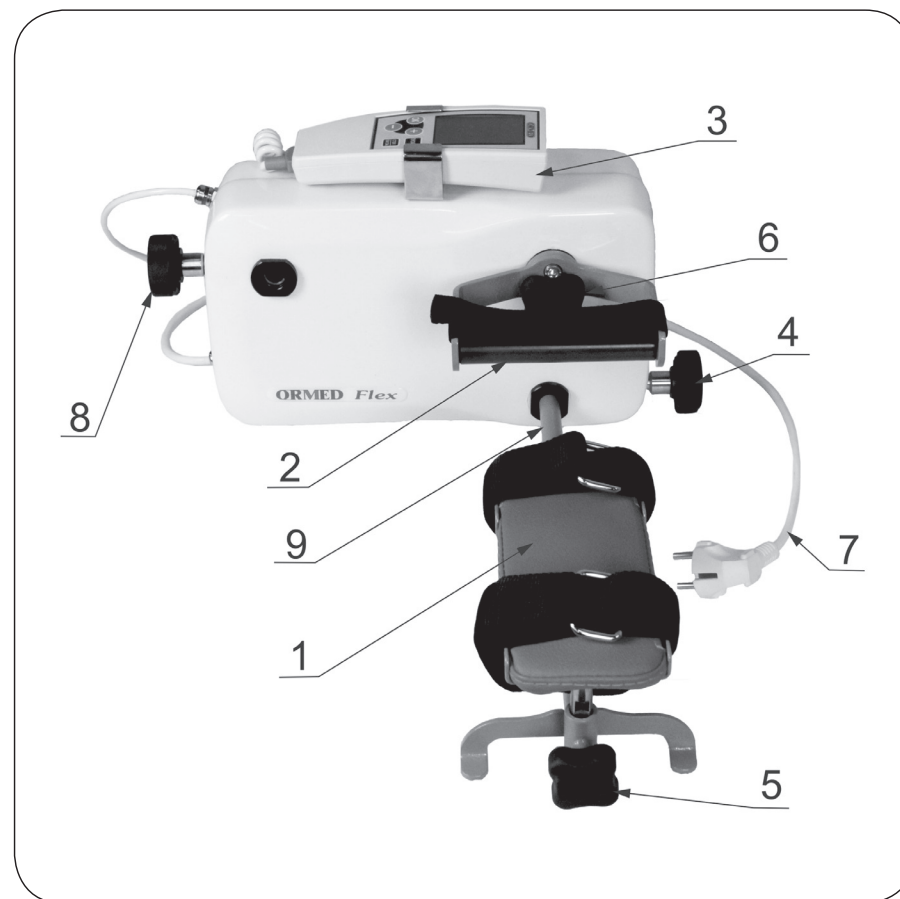
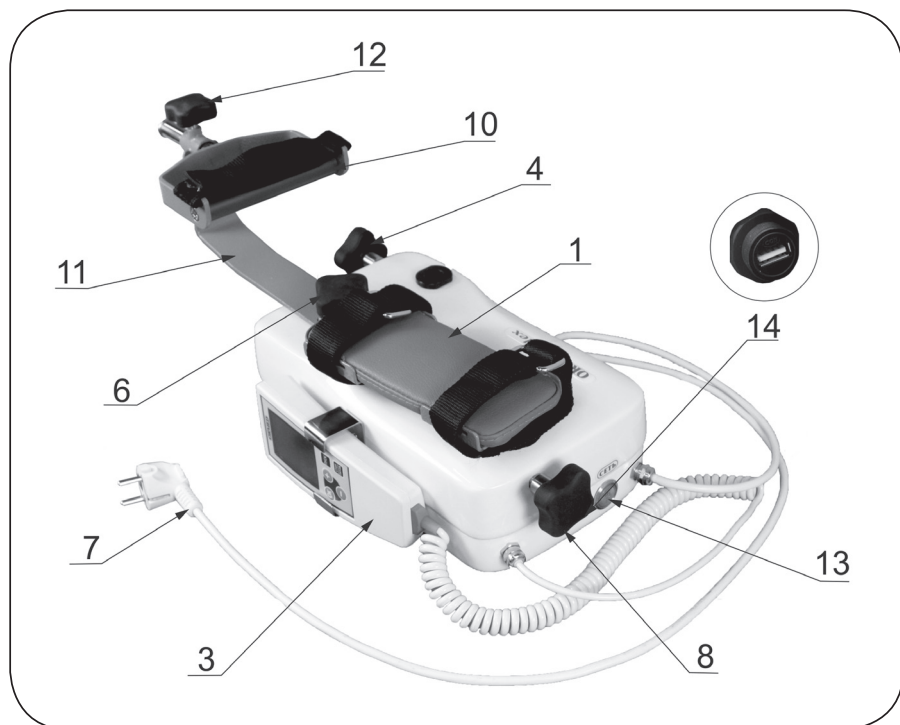

Рисунок 4.1 – Основные функциональные элементы Apparata в положении для пронации/супинации
Рисунок 4.2 – Основные функциональные элементы Аппарата в положении для сгибания/разгибания и девиации.
4.2. Основные функциональные элементы Apparata (см. рис.4.1, рис. 4.2):
Аппарат в положении для пронации/супинации включает (см. рис. 4.1): 1. Лоток предплечья. 2. Ручка пронации/супинации. 3. Пульт управления. 4. Фиксатор для стойки пронации/супинации. 5. Фиксатор высоты лотка предплечья для пронации/супинации. 6. Фиксатор для ручки пронации/супинации и для водила сгибания/разгибания и девиации. 7. Сетевой кабель. 8. Фиксатор высоты лотка предплечья для сгибания/разгибания и девиации. 9. Стойка для пронации/супинации.
Аппарат в положении для сгибания/разгибания и девиации включает (см. рис. 4.2): 3. Пульт управления. 4. Фиксатор для стойки пронации/супинации. 6. Фиксатор для ручки пронации/супинации и для водила сгибания/разгибания и девиации. 7. Сетевой кабель. 8. Фиксатор высоты лотка предплечья для сгибания/разгибания и девиации. 10. Ручка для сгибания/разгибания и девиации. 11. Водило сгибания/разгибания и девиации. 12. Фиксатор высоты ручки сгибания/разгибания и девиации. 13. Выключатель «СЕТЬ». 14. Порт USB.